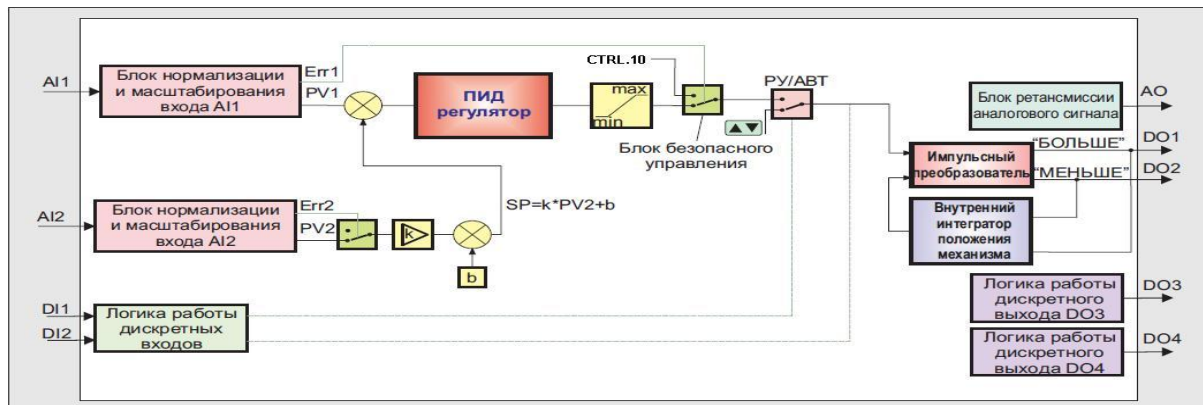

Рисунок 3.11 – Структурная схема импульсного регулятора соотношения
- ПИД-импульсный соотношений (рис. 3.11)